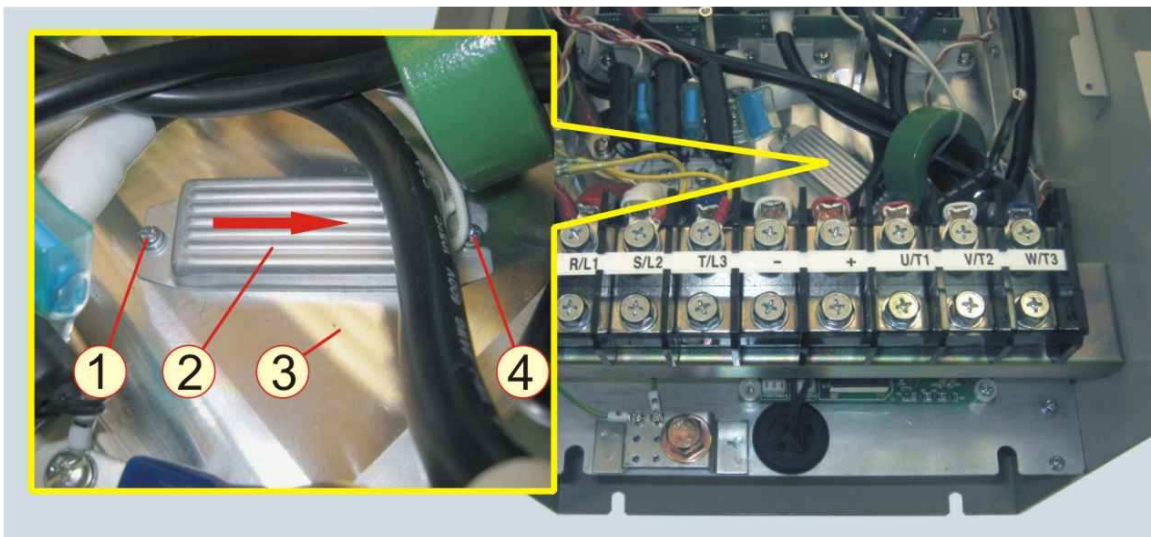

Рисунок 6.20
6.8.2 Ослабить винт 1, выкрутить винт 4, сдвинуть резистор 2 по направлению стрелки и снять его (рисунок 6.20). Положить резистор и выкрученный винт в тару.